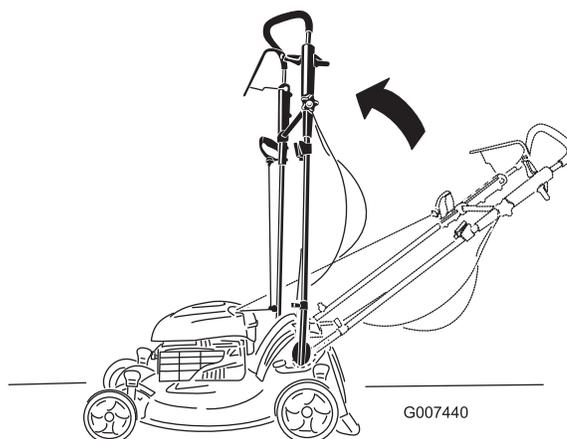

Figure 54
2. Amenez le guidon à la position verticale (Figure 54).